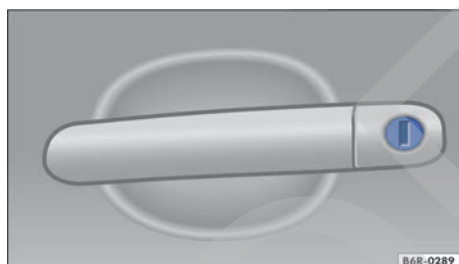

Fig. 151 Manilla de la puerta del conductor con cilindro de cerradura.
- Inserte el paletón de la llave en el cilindro de la cerradura y desbloquee o bloquee el vehículo → fig. 151.